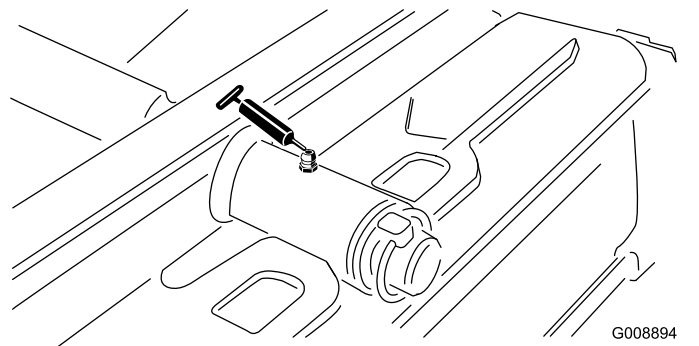

Figure 33
- Pivot d'unité de coupe arrière (**Figure 33**)